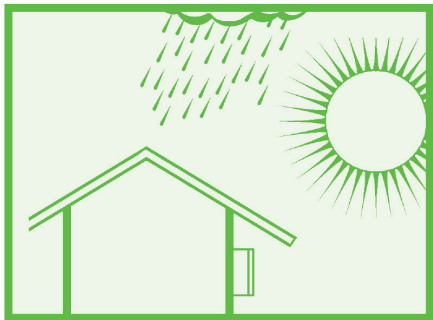

Abb. 1: Montage im geschützten Außenbereich
- ▶ Montieren Sie die Ladestation an einem Platz, der gegen Regen und Spritzwasser geschützt ist (zum Beispiel im geschützten Außenbereich, Abb. 1).